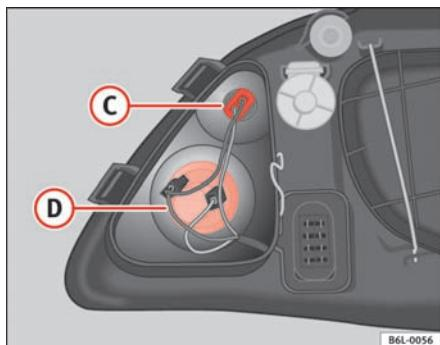

Fig. 149 Luz intermitente
- Gire hacia la izquierda el portalámparas y extráigalo de su alojamiento \Rightarrow fig. 149 D.